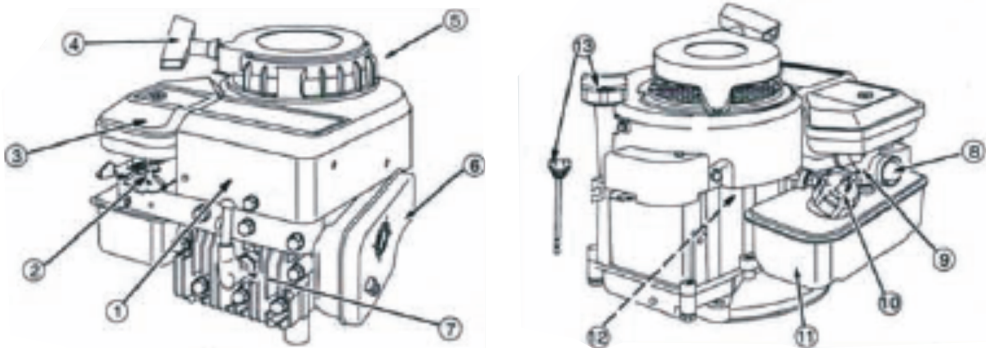

рис. 3
Основным элементом газонокосилки является 4-х тактный двигатель внутреннего сгорания (1), с вертикальной осью коленвала и его основные части: (2) - рычаг дросселя; (3) - фильтр воздушный; (4) - стартер ручной; (5) - защитный кожух; (6) - глушитель; (7) - свеча зажигания; (8) - кнопка топливного насоса; (9) - карбюратор; (10) - пробка бензобака; (11) - бензобак; (12) - корпус двигателя; (13) – маслосливная горловина. см. рис. 3.